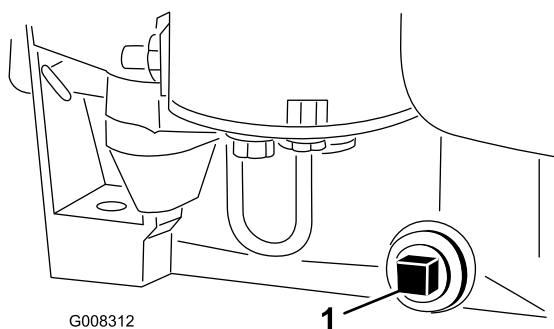

Figure 24
9. Enlevez le bouchon de vidange pour permettre à l'huile de s'écouler (Figure 24).